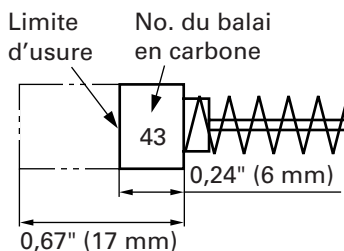

Fig. 23
## 4. Contrôle des balais en carbone (Fig. 23)
**REMARQUE:** Utiliser le balai en carbone HITACHI No. 43 indiqué sur la Fig. 23.